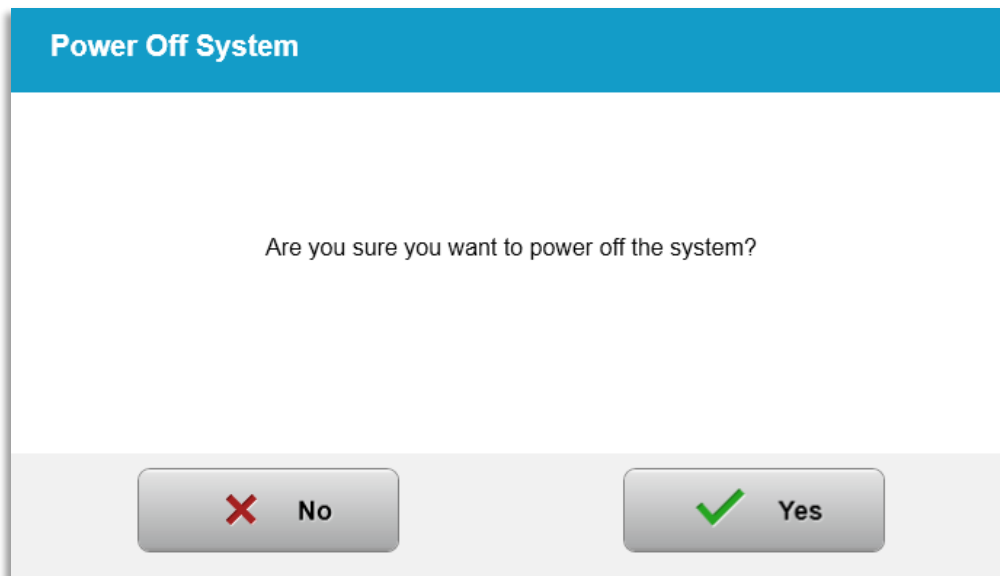

Figura 3-48. Confirmar apagado
- Confirme el apagado del sistema seleccionando “Si” (Yes), tal como se muestra en la figura 3-48.